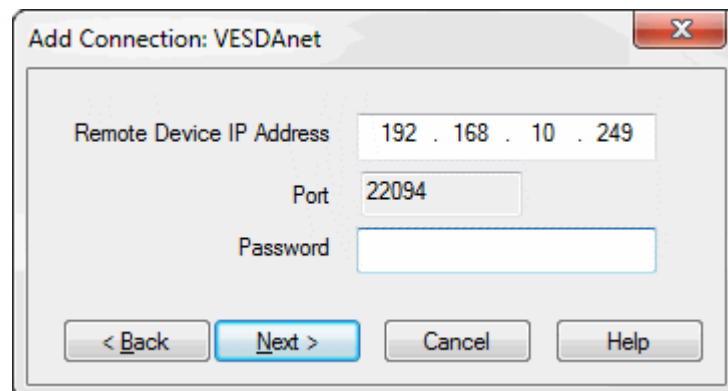

Figure 5-6: Saisir l'adresse IP
- Saisissez l'adresse IP du détecteur. Saisissez le mot de passe qui a été défini pour l'authentification Ethernet et WiFi. Sélectionnez **Suivant** (Figure 5-6).